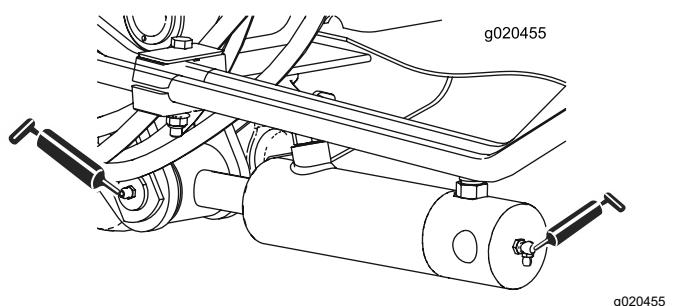

**Bild 83**
- Drei Spindelwellenlager (unter der Riemenscheibe) (Bild 83)
- Zwei Spannarm-Drehbüchsen (Bild 83)